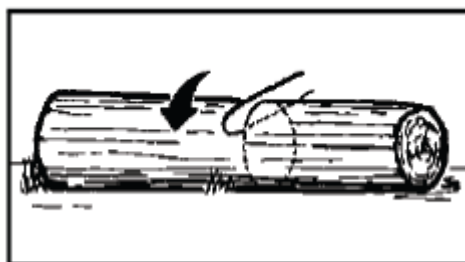

Fig. 10
1. Registro sostenuto per tutta la lunghezza: iniziare a tagliare dall'alto, facendo attenzione ad evitare di tagliare nel terreno (Fig. 10).